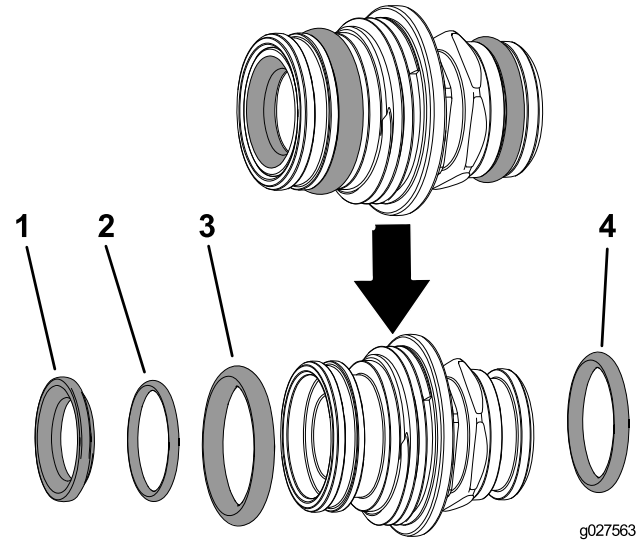

Figura 2
11. Retire la junta tórica del asiento de la válvula, la junta tórica trasera, la junta tórica del extremo y la junta tórica del conector de salida (Figura 2).